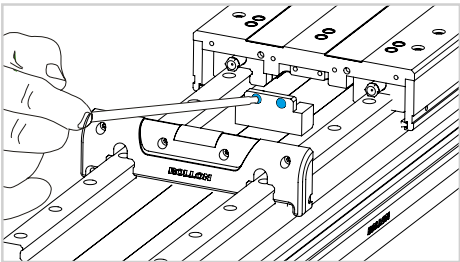

Fig. 3
- 2) Rimuovere il bloccante interno su entrambi i lati del carro (Fig.3).